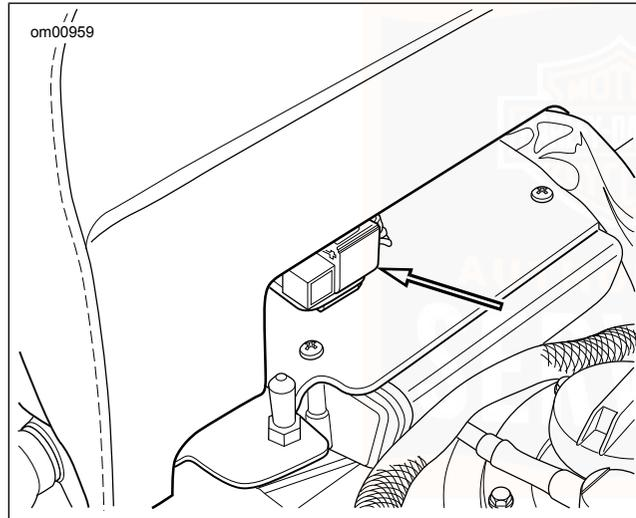

Abbildung 57. Hintere Sicherungsblock-Position: VRSC-Modelle
- Siehe Abbildung 57. Der hintere Sicherungsblock befindet sich am Rahmenquerträger hinter dem Kraftstofftankdeckel. Den Sicherungsblock nach links schieben, um ihn von der Befestigung zu entfernen.